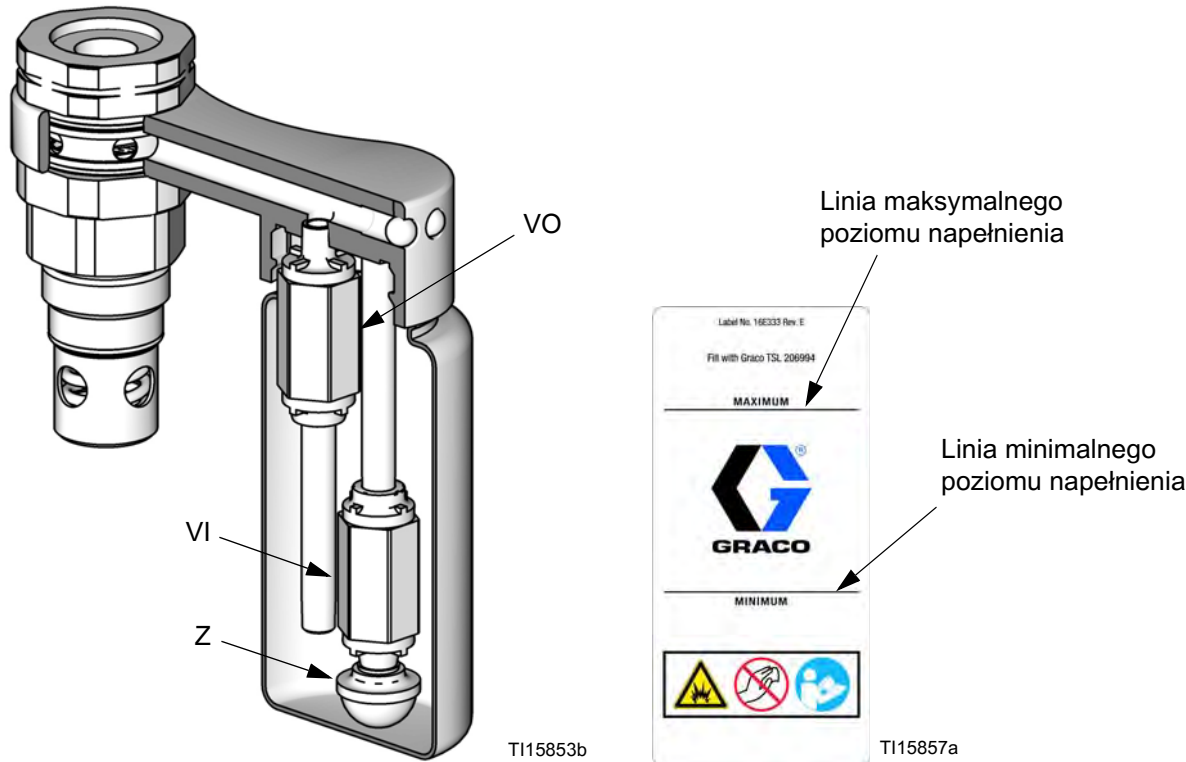

FIG. 3. Przekrój zbiornika cieczy TSL i linie poziomów napełnienia
1. Napełnić zbiornik TSL cieczą uszczelniającą gardziel (TSL) do linii poziomu maksymalnego. Patrz FIG. 3 na stronie 12.
2. Zamknąć zawór sterowania przepływem (T), przekręcając pokrętkę w kierunku przeciwnym do ruchu wskazówek zegara i redukując ciśnienie do zera. Zamknij zawór odcinający w przewodzie zasilania hydraulicznego (S) i zawór w przewodzie zwrotnym (R). Sprawdzić również, czy wszystkie zawory ściekowe (U) są zamknięte.
5. Otworzyć zawór odcinający w przewodzie zwrotnym (R), a następnie zawór odcinający w przewodzie zasilania hydraulicznego (S). Powoli przekręcać zawór sterowania przepływem (T) zgodnie z ruchem wskazówek zegara, zwiększając ciśnienie aż do uruchomienia pompy.
8. Zamknąć zawór odcinający cieczy (D) za pompą. Pompa powinna ustabilizować się względem ciśnienia.
3. Oczyszczyć sito (Z) wejściowego zaworu zwrotnego (VI). Jeśli zawory zwrotne nie są szczelne i do miski przedostaje się zanieczyszczony płyn TSL, należy wymienić zawory zwrotne (VI, VO). Patrz Fig. 3.